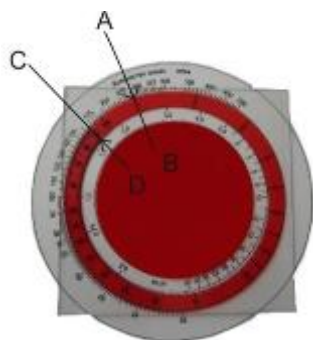

Рис.75
- вычисленная норма высева 175 кг/га (Рис. 75/А)
- положение редуктора 70 (Рис. 75/В)
2. Найдите положение редуктора для требуемой нормы высева 125 кг/га (Рис. 75/С).
Положение редуктора 50 (Рис. 75/В)